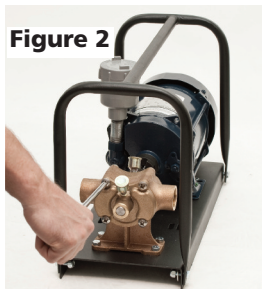

Figure 2
1. Retirez la plaque d'extrémité (autre côté de l'arbre) en retirant les 4 vis. Voir Figure 2.